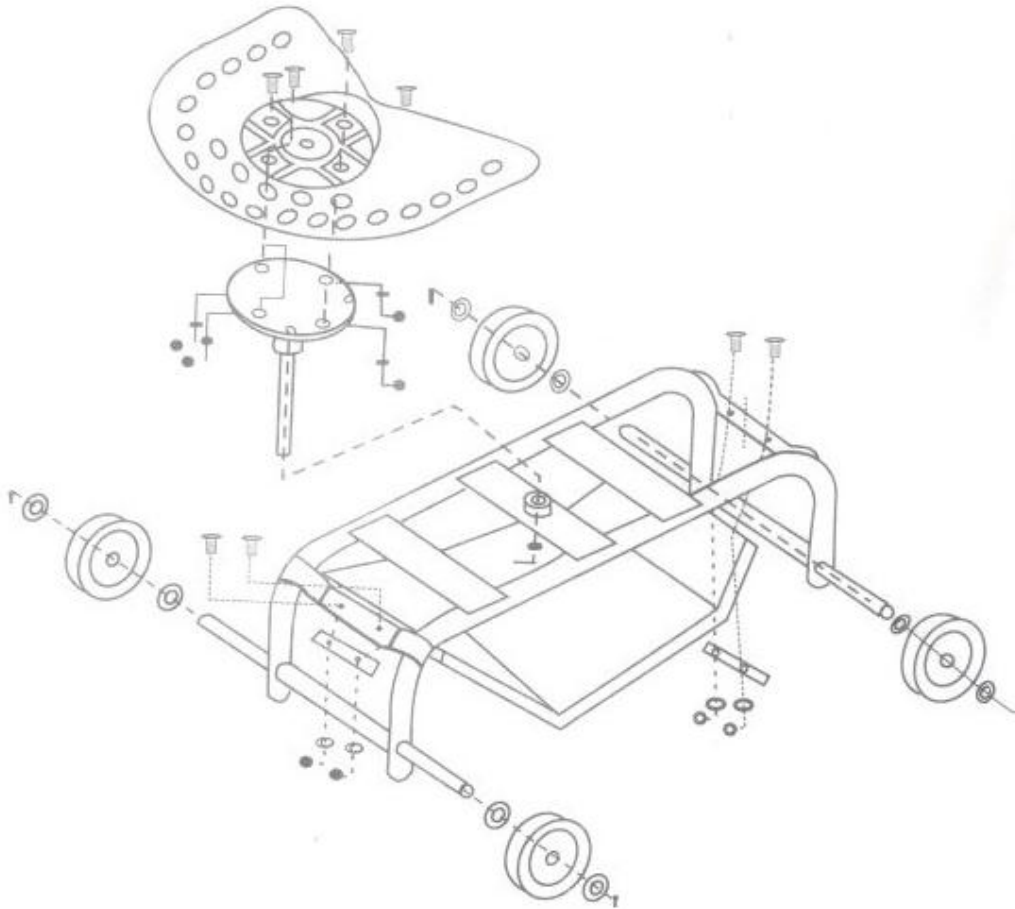

Figure 1
- Placer le cadre comme indiqué dans la figure 1.